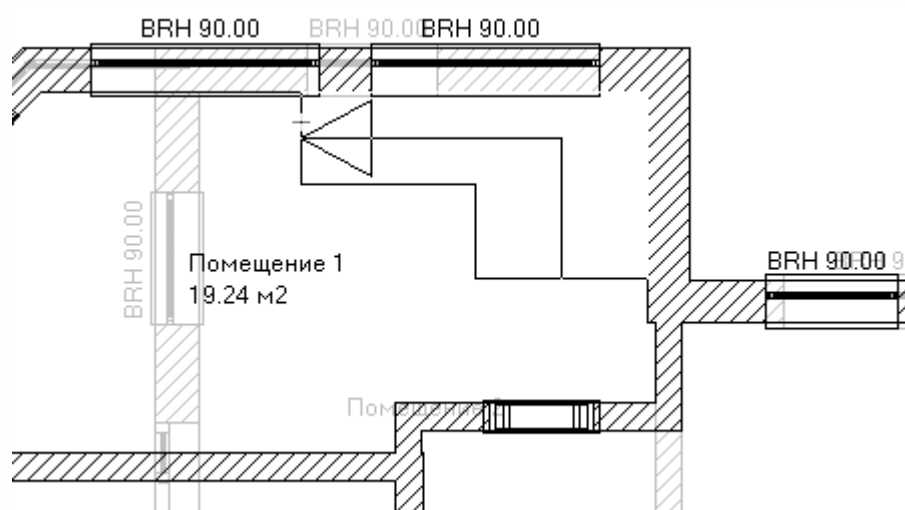

Рис. 1.92. Указание габаритных точек лестницы
4. Переместите указатель к верхнему правому углу комнаты на плане и щелкните кнопкой мыши. Затем отведите указатель влево приблизительно на половину длины северной стены комнаты Помещение 1 (рис. 1.92). Будьте внимательны: лестница не должна пересекать или слишком приближаться к западной стене комнаты второго этажа, к которой она направлена.